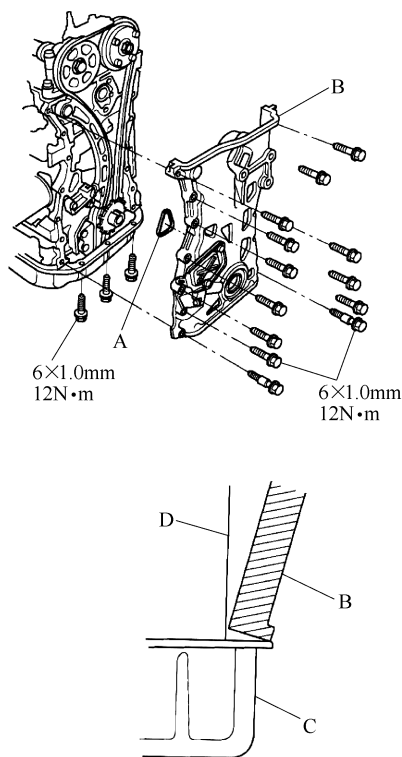

图 2-52 去除多余的密封胶
13) 在正时链壳体上安装新的 O 形密封圈 (A)。将正时链壳体 (B) 的边缘与油底壳 (C) 边缘放在一起, 然后, 将正时链壳本安装在发动机缸体 (D) 上。将油底壳与正时链壳体配合面上多余的液体密封胶擦除, 见图 2-52。